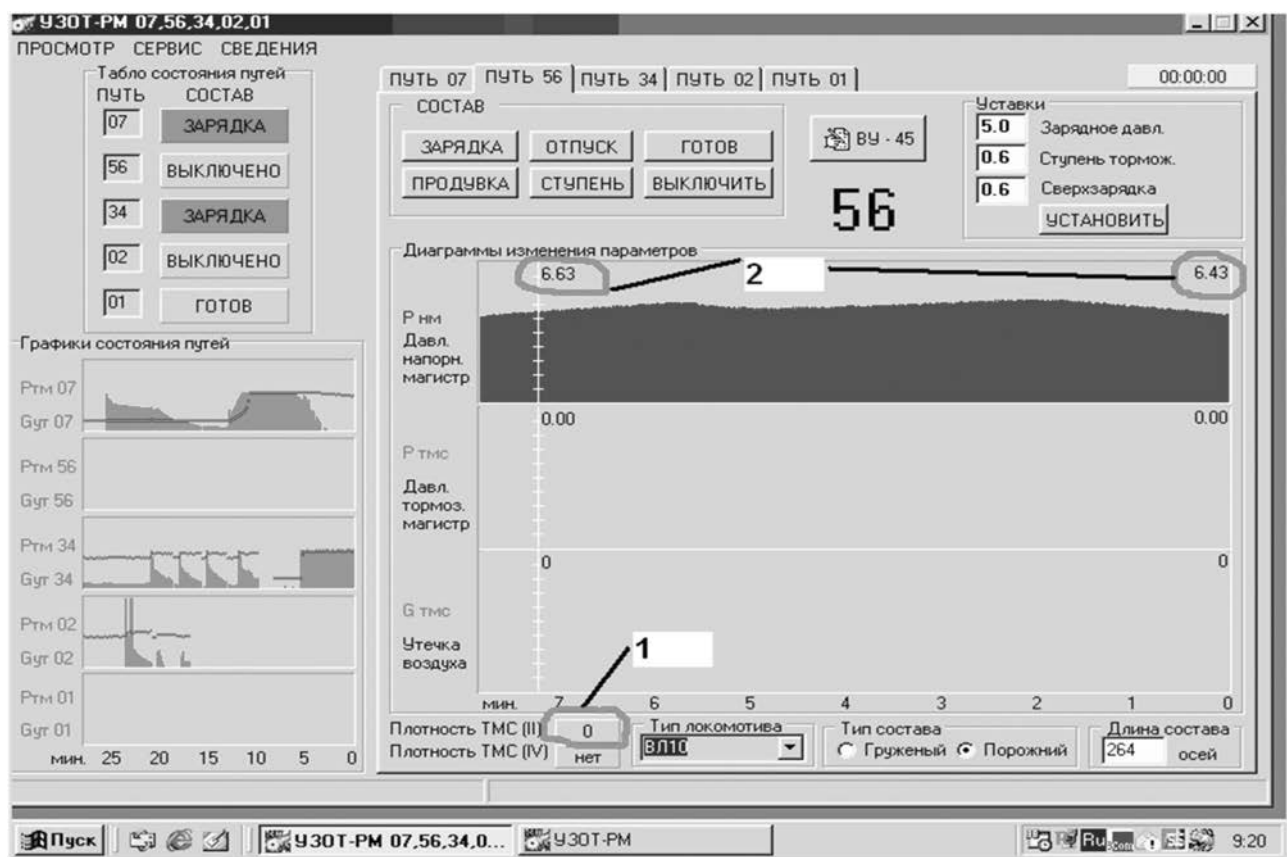

Рис. 2. Вид рабочего окна программы УЗ0Т-РМ при установке режима «ВЫКЛЮЧЕНО» и наличии диаграммы напорной магистрали $P_{нм}$
Для установок УЗОТ-РМ вид рабочего окна программы при установке режима «ВЫКЛЮЧЕНО» может иметь и другой вид, который отличается от стандартного наличием диаграммы напорной магистрали $P_{НМ}$ (рис. 2).
- давление напорной магистрали $P_{\text{нм}}$ (рис. 2, поз. 2) должно быть в пределах 6,5–9,0 кгс/см², отклонение показаний по сравнению с показаниями манометра НМ свидетельствует о выходе из строя или сбое настройки измерителя давления НМ.